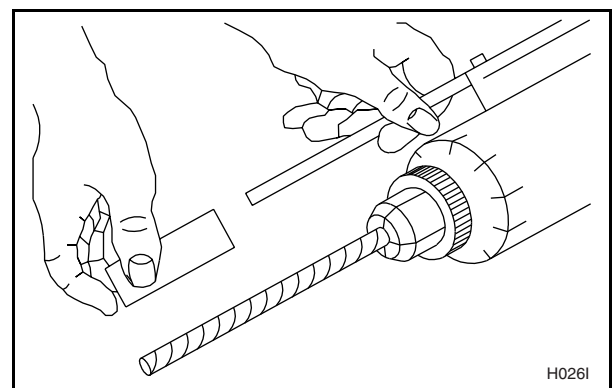

Figura 23
3. Ajuste el medidor de profundidad del taladro para que coincida con la longitud del perno en J, menos 38 mm (1-1/2 pulgadas). Vea la Figura 23.